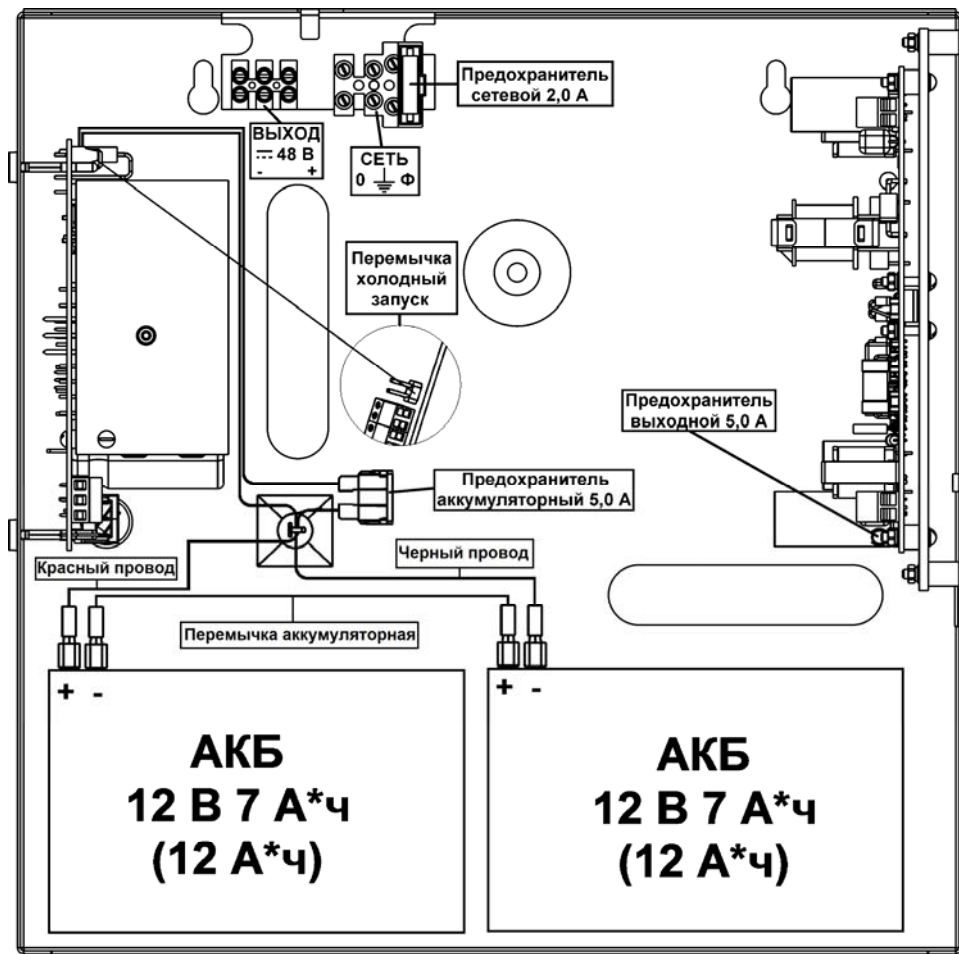

Рисунок 1 - вид изделия с открытой крышкой (АКБ в комплект поставки не входят).
Конструктивно изделие представляет собой металлический корпус, внутри которого размещены (смотри рис. 1): плата зарядного устройства (ЗУ), плата преобразователя напряжения (ПН), колодки для подключения сети и нагрузки, переключки для подключения АКБ. На переключках для подключения АКБ, сетевой колодке и плате ПН расположены предохранители. На лицевую сторону корпуса выведены светодиоды «Сеть» и «Выход».
Подключение изделия должно производиться при отключенном сетевом напряжении и открытой крышке корпуса в следующей последовательности (см. рис. 1):
- проверить правильность произведенного монтажа (см. рисунок 1);